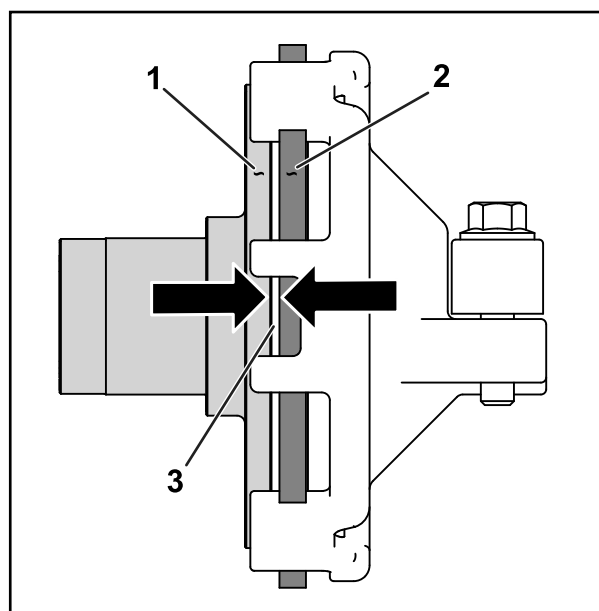

Figura 35
2. Allentate i controdati e regolate il cavo della trazione (Figura 34) in modo da ottenere una distanza di 1,1 mm tra il disco della frizione e la piastra di pressione (Figura 35).